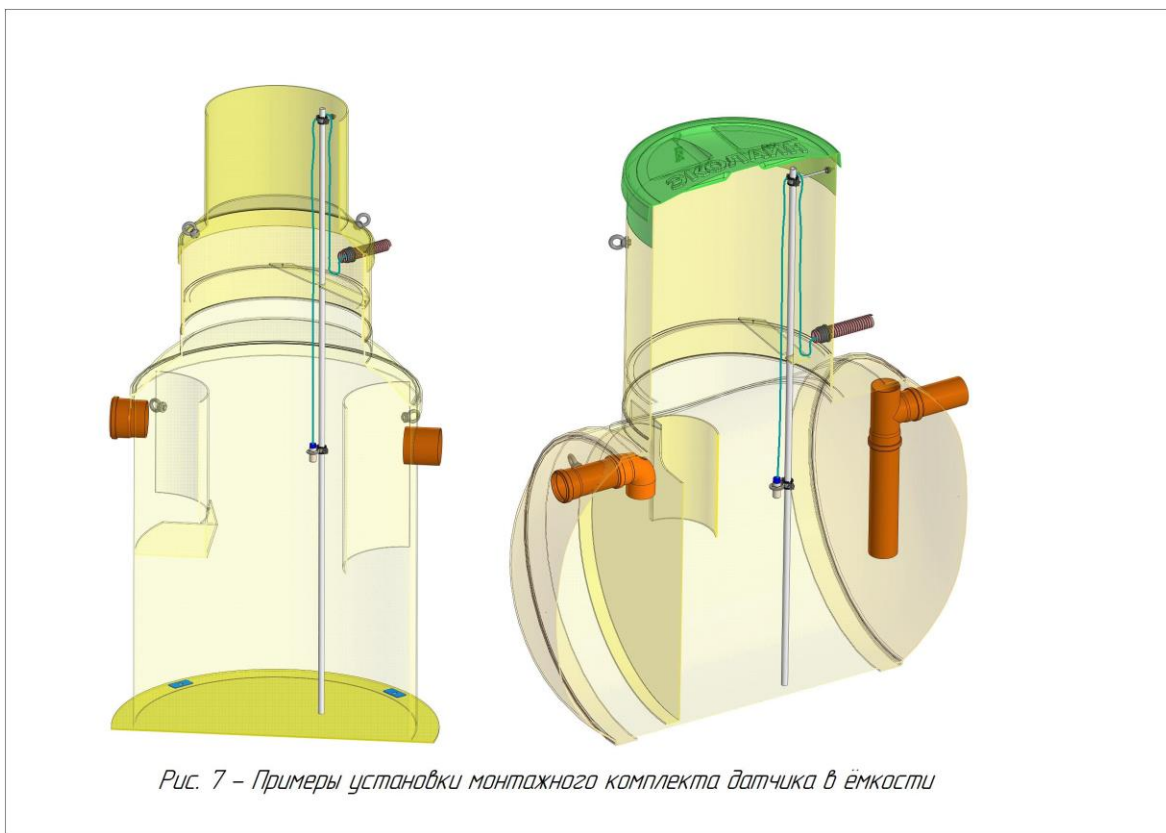

Рис. 7 – Примеры установки монтажного комплекта датчика в ёмкости
8) Установить штангу с датчиком (-ами) на выбранное место, уперев нижний край штанги в дно ёмкости и заведя среднюю часть штанги в проушину планки среднего крепления и закрепив хомутом верхнего крепления. (рис.7) Кабель датчика проложить через шпильку верхнего крепления. Исключить натяжения и крутые перегибы кабеля.